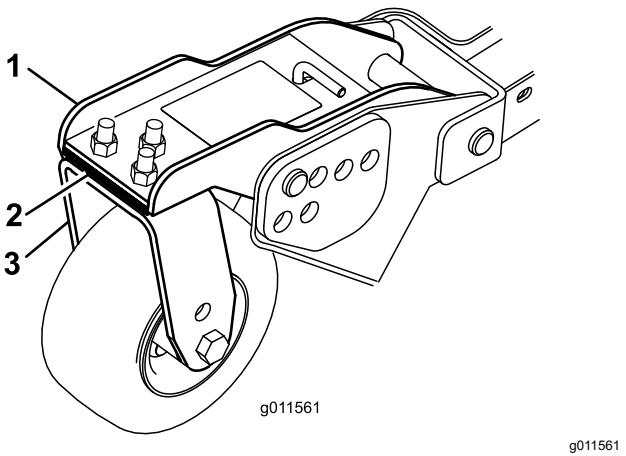

Рисунок 33
3. Отрегулируйте количество 3-миллиметровых регулировочных прокладок на рычаге (рычагах) передних поворотных колес так, чтобы высота скашивания соответствовала указанному на наклейке значению (Рисунок 33).
- Если внутренняя кромка бокового режущего блока находится слишком высоко по отношению к наружной кромке переднего режущего блока, снимите одну регулировочную прокладку с нижней части рычага переднего внутреннего поворотного колеса на боковом режущем блоке (Рисунок 33).